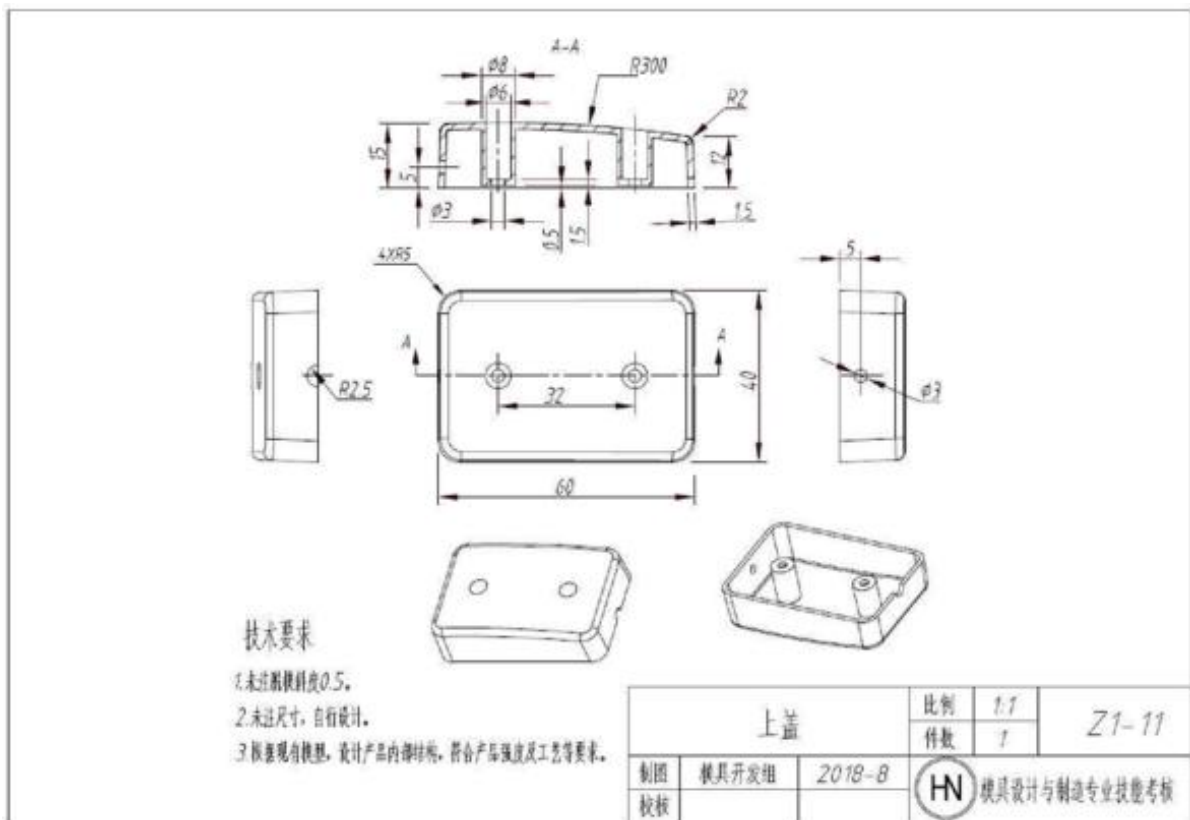

图 Z1-11 上盒盖
按照图 Z1-11 的要求，对上盒盖进行产品造型、结构与 3D 打印。
- (1) 在 F 盘下建立考生文件夹，文件夹名称为“场次-工位号-3DDY”，产品设计与 3D 打印的结果文件均保存于此文件夹中，否则计零分；
- (2) 根据图 Z1-11，使用 CAD 软件完成产品的三维建模；
- (3) 进行产品改进设计：设计加强筋，在合适部位设计凸起的“3D 打印”文字标志，使产品满足强度和工艺性要求。设计的产品模型以文件名“Z1-11”保存在考生文件夹中；
- (4) 将产品三维模型转换为 3D 打印机可识别的格式，保存在考生文件夹中；
- (5) 正确载入模型，调整到最佳位置；
- (6) 合理设置与调整打印参数，充分考虑材料的利用率；
- (7) 正确操作 3D 打印机，完成模型打印；
- (8) 对打印的零件进行后处理（含去支撑、粘接等），不能对产品零有损伤；
- (9) 产品材料：ABS。